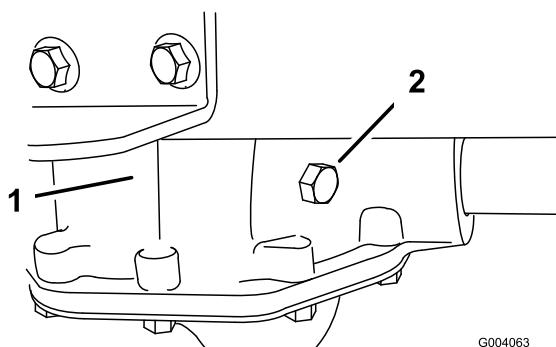

Figura 44
2. Tire a cavilha reguladora do eixo de transmissão (Figura 44).